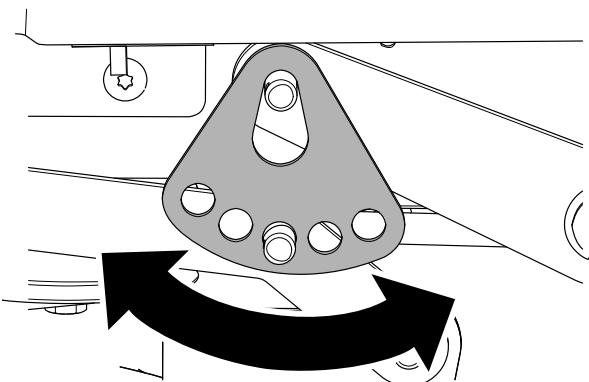

Figura 70
7. Ruotate la piastra dell'altezza di taglio a un foro differente, in modo tale che supporti il peso del piatto di taglio dopo l'installazione della piastra (Figura 70).
8. Installate la rondella e la coppiglia (Figura 70).